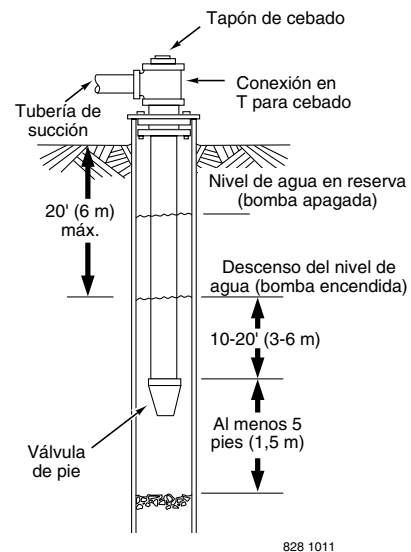

Figura 1: Instalación en pozo encamisado o cavado
5. En caso de usar una válvula de pie, se recomienda aplicar una conexión en T y un tapón de cebado (Figura 1).
5. Si se deben usar tendidos extensos de tuberías horizontales, instale una conexión en T entre la válvula de retención y la boca del pozo (Figura 1). Use una tubería de calificación 80 o tubería de hierro.